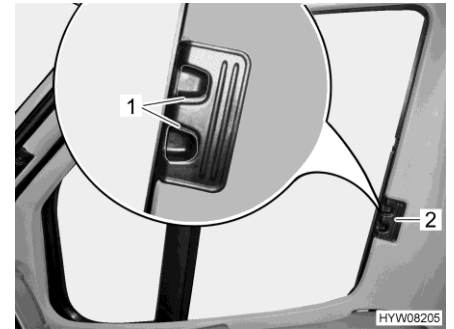

Bild 38 Plisségardin för förar-/passagerarfönster
- Ta tag i handtaget (Bild 38,2) till plisségardinerna för förarfönstret och passagerarfönstret och skjut in dem så långt det går.
- Låt låshandtagen (Bild 38,1) haka fast.